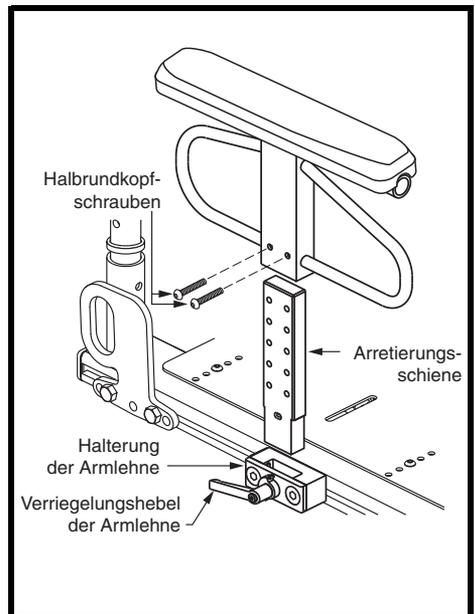

Abbildung 24. Höhenanpassung der Hochleistungs-Drop-in-Armlehne
1. Legen Sie den Verriegelungshebel der Armlehne nach hinten um und entfernen Sie die Armlehne aus der Halterung. **Siehe Abbildung 24.**
2. Entfernen Sie die zwei (2) Halbrundkopfschrauben an der Seite der Armlehne.